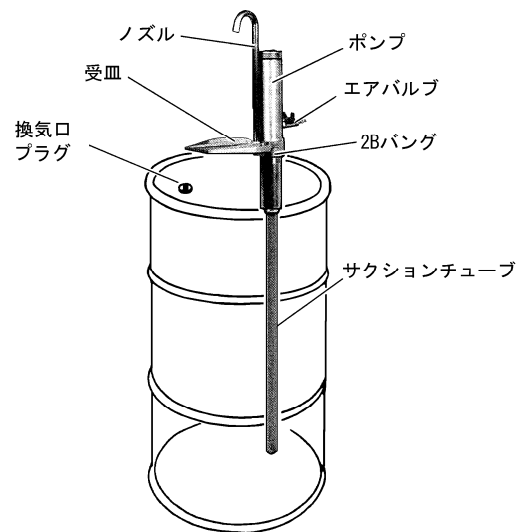

Fig.1
- 1) 受皿をドラムの 2B バングにねじ込んでください。(Fig.1)
- 2) 付属のノズルを受皿のオイル出口にねじ込んでください。(Fig.1)
- 4) ポンプに付属している塩ビサクシオンチューブを取付け、ポンプを受皿ボディに挿入し、止めねじで固定してください。(Fig.1)
- 5) ドラムの喚気口のプラグは必ず取外してください。(Fig.1)